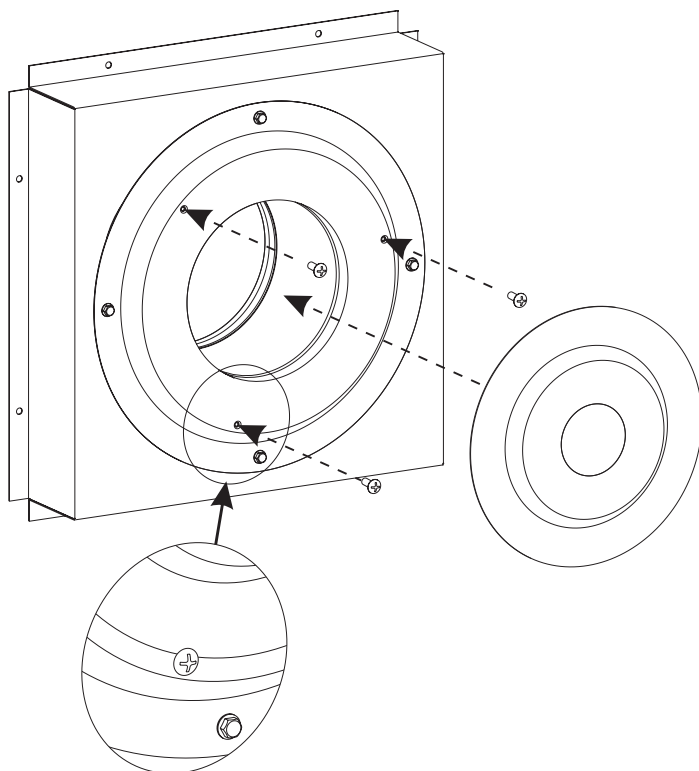

Figure 2
3. Poser la plaque d'adaptation et la fixer à l'aide des trois vis à tête Phillips n° 10 x 1/2 fournies. Les têtes de vis vont recouvrir le bord de la plaque d'adaptation pour la fixer en place. **Voir Figure 2.**